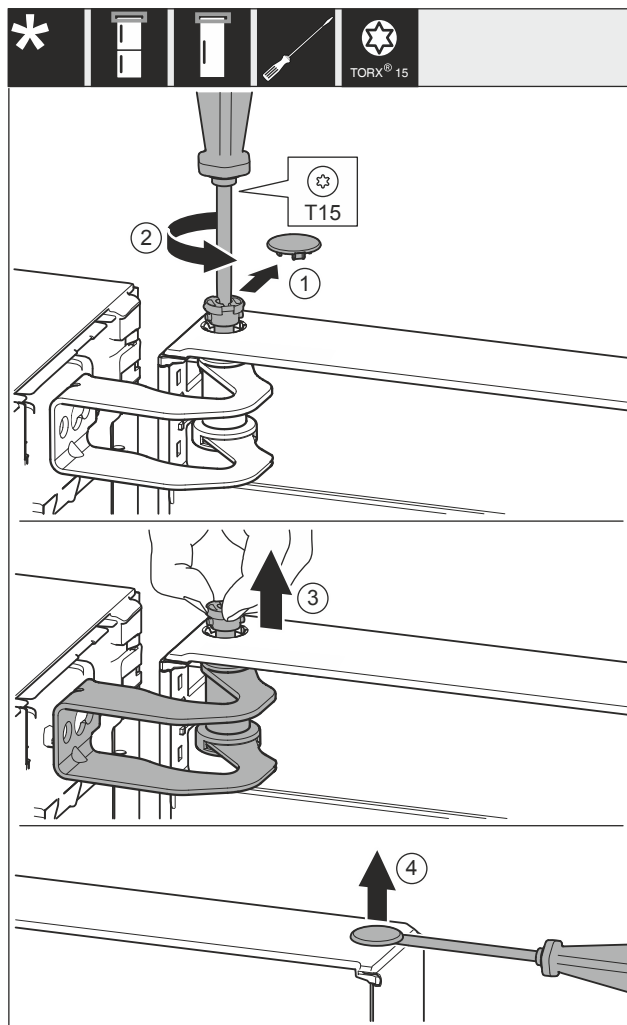

Fig. 9
- ▶ Осторожно снимите крышку Fig. 9 (1).
- ▶ Немного выкрутите палец Fig. 9 (2) отверткой.
- ▶ Вручную вытяните палец Fig. 9 (3).
- ▶ Осторожно приподнимите крышку Fig. 9 (4) отверткой и снимите ее.